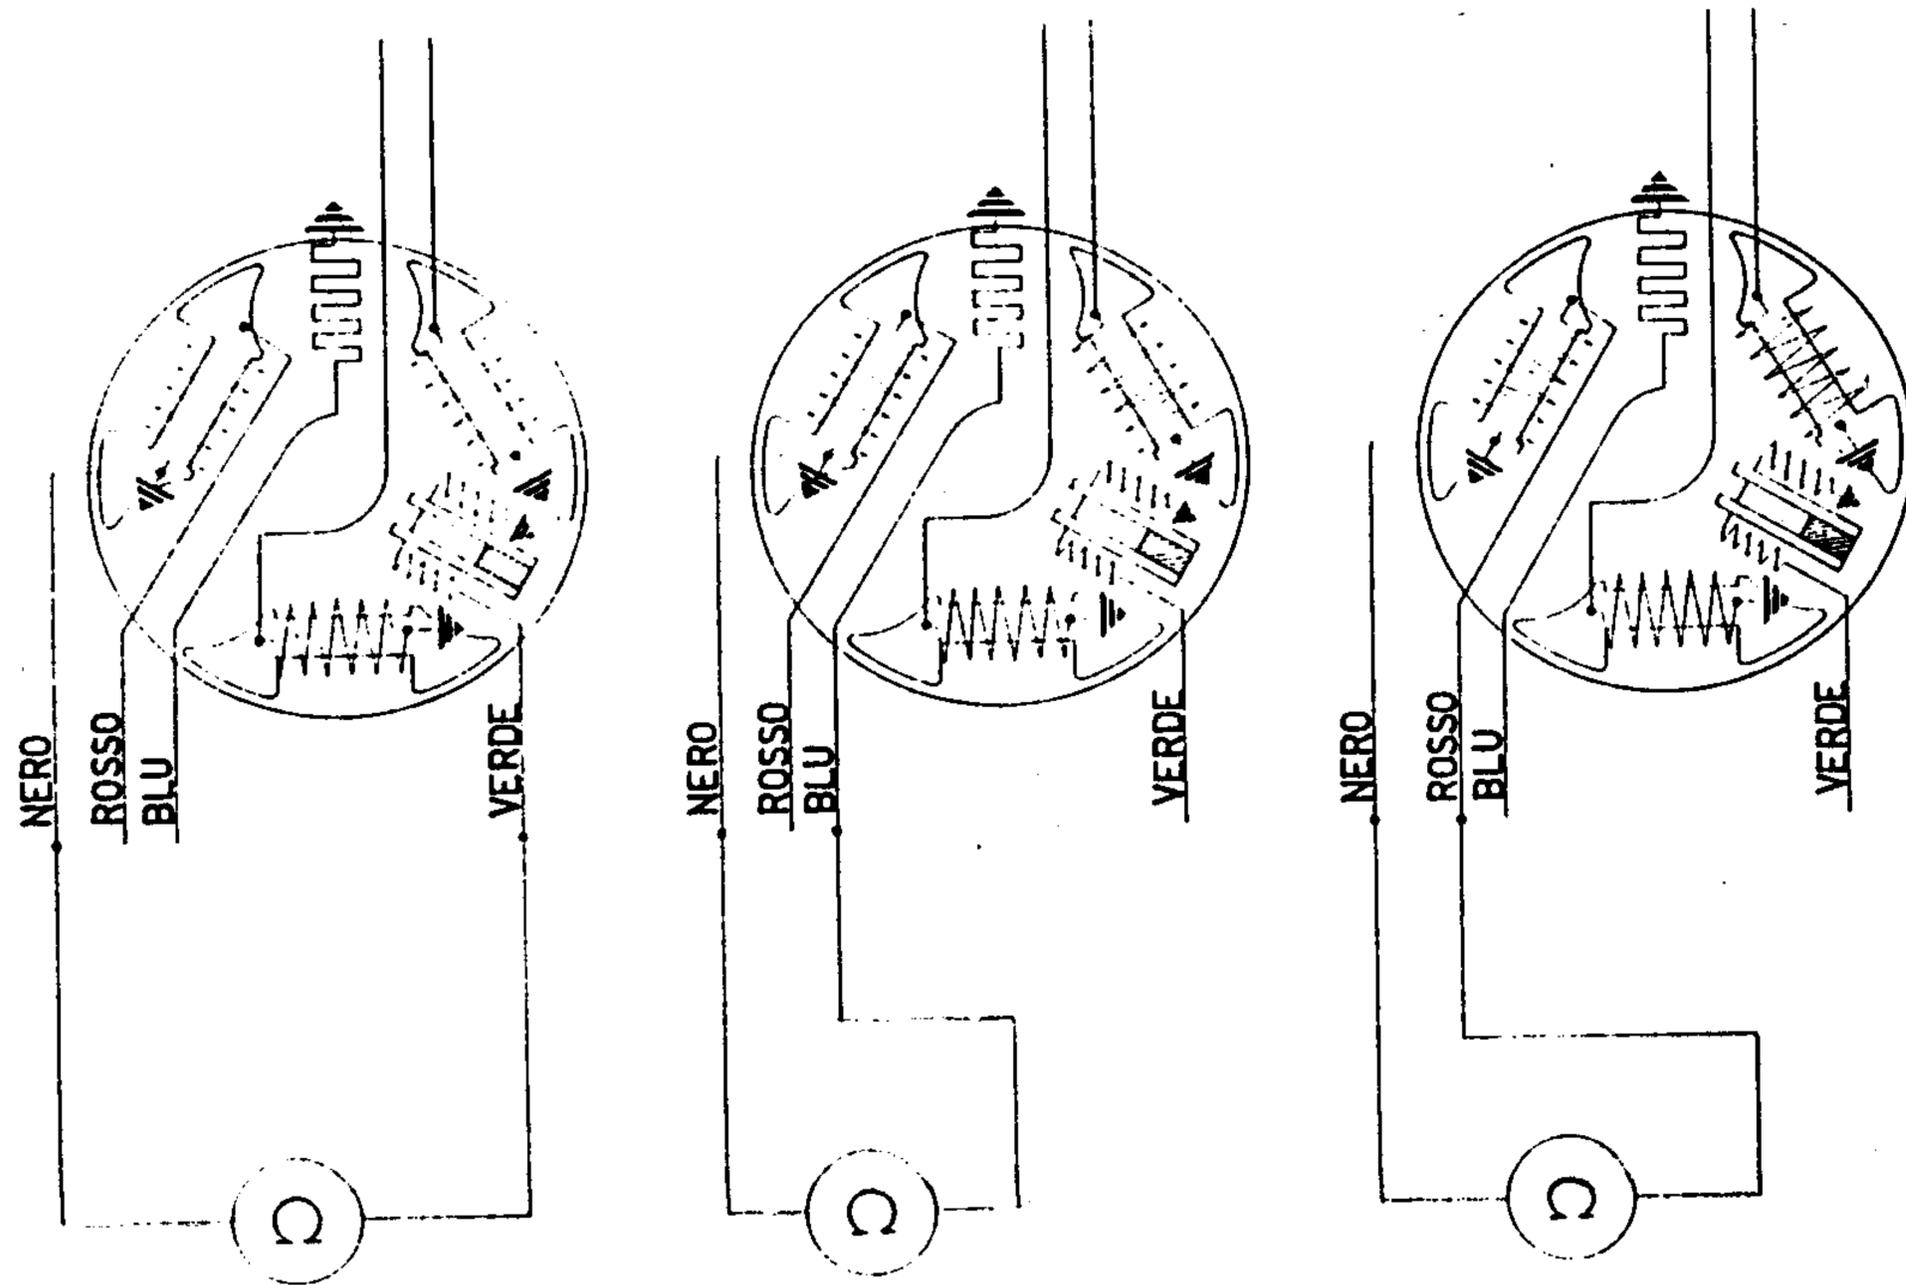

Fig. 5 A - Collegamenti da effettuare per la verifica delle bobine e della resistenza.
c) Con un ohmetro, capace di rilevare le resistenze da 1 a 1000 ohm., verificare lo statore del generatore come segue (Fig. 5 A):